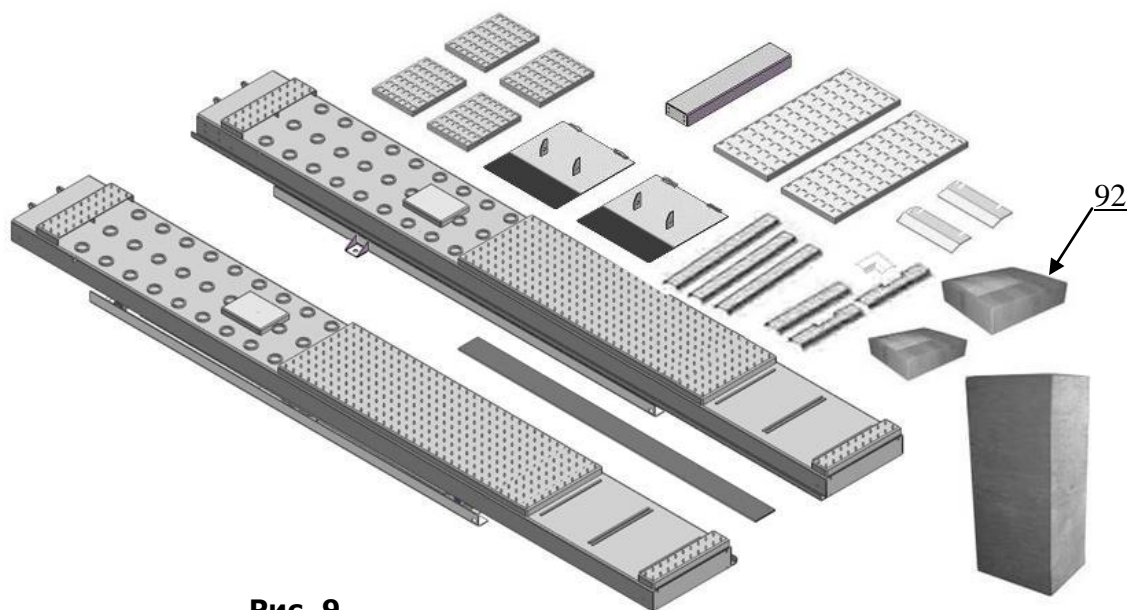

Рис. 9
2.2 Список частей для заглубляемой установки (См. рис.9)